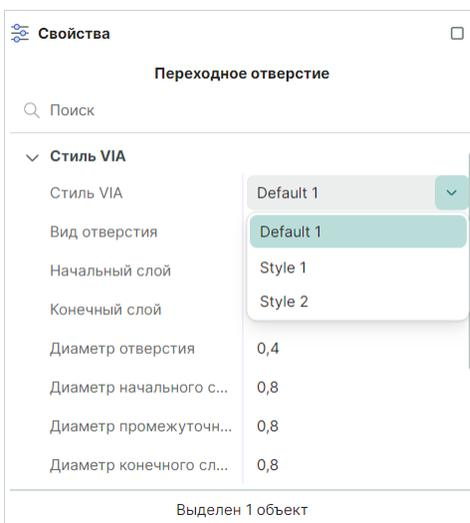

Рис. 198 Выбор стиля переходного отверстия
2. Выберите стиль ПО в панели «Свойства» → «Общие» → «Стиль VIA», см. Рис. 198. Выпадающий список отображается при нажатии на символ «v», который расположен в правой части строки. Также смена стиля для размещаемого ПО возможна с помощью горячей клавиши, по умолчанию назначена горячая клавиша «Tab».